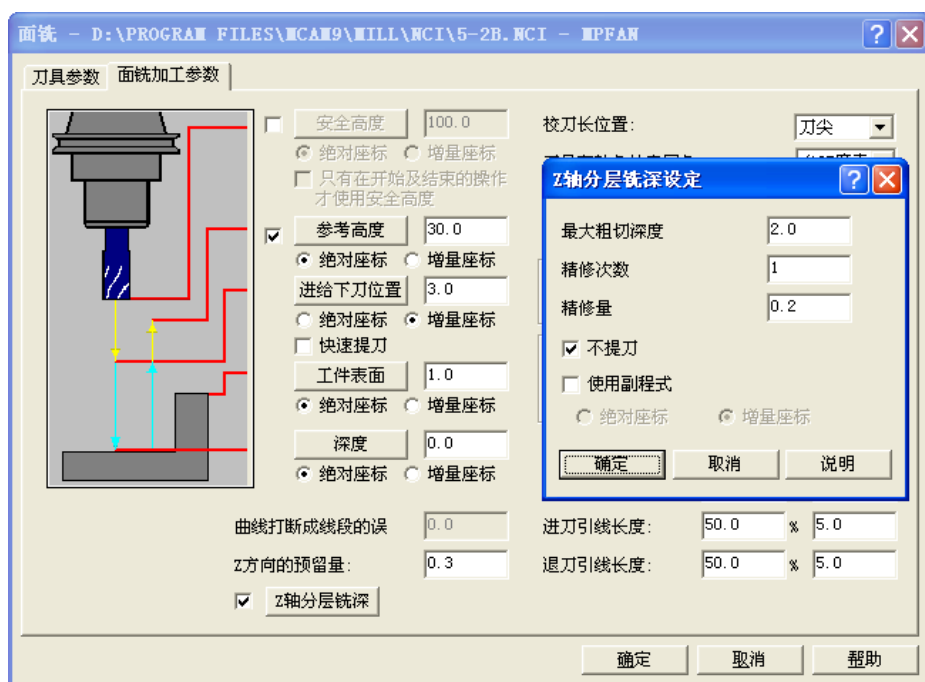

图 5-52 面铣参数
1) 选择“面铣”，从刀库中选择 $\phi 10$ 平刀，将刀具编号改为 2，以便与正面加工的刀号对应，加工 118mm×78mm 矩形上表面。在“刀具参数”选项卡中输入进给率：800、下刀速率：400、提刀速率：2000、主轴转速：2500，冷却液：喷油；在“面铣加工参数”选项卡中输入参考高度：30.0、进给下刀位置：3.0，点选“增量坐标”，工件表面：1.0，深度：0.0，Z 方向预留量：0.3，勾选“Z 轴分层铣深”，设定精修次数：1，精修量：0.2，勾选“不提刀”，其余默认，如图 5-52 所示。